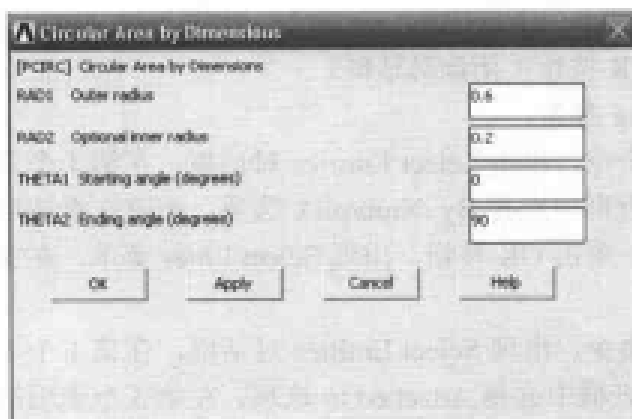

图 9-37 生成圆环面对话框
(1) 选择 Main Menu | Preprocessor | Modeling | Create | Areas | Circle | By Dimensions 命令, 出现 Circular Area by Dimensions 对话框。
(2) 在 RAD1 Outer radius 文本框中输入外径 0.6, 在 RAD2 Optional inner radius 文本框中输入内径 0.2, 在 THETA1 Starting angle 文本框中输入起始角度 0, 在 THETA2 Ending angle 文本框中输入终止角度 90, 如图 9-37 所示, 单击 OK 按钮关闭该对话框。